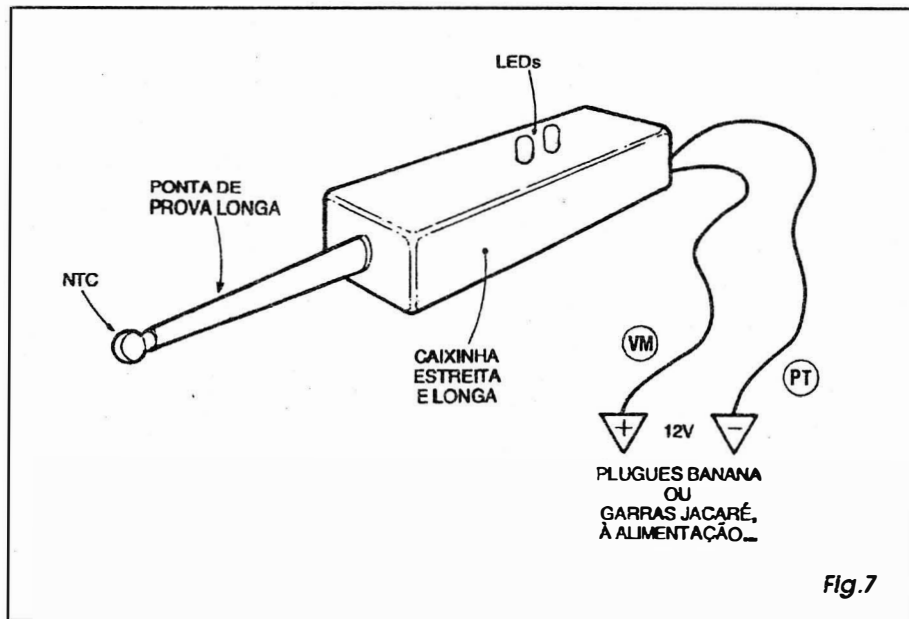

Fig.7
- FIG. 7 - USANDO O SPTM COMO UM PRÁTICO ANALISADOR SEMI-PORTÁTIL DE TEMPERATURA... -